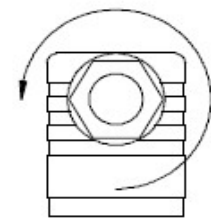

Fig. 7
- Loosen the cable gland (pos. 5) M16x1,5 (Fig. 7).